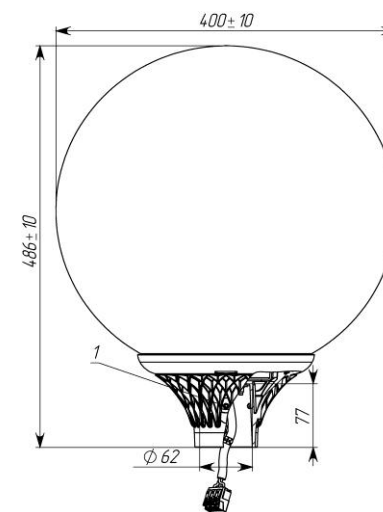

Рисунок 2
2.1 Светильники торшерные серии GALAD Шар LED-40 (Рисунок 2) предназначены для функционально-декоративного освещения парков, скверов, бульваров, зон отдыха, территорий микрорайонов, коттеджных посёлков.
«Разрешенные пространственные положения установки светильника Шар LED» и закрепляют тремя болтами М6 (поз.1 Рисунок 2) с усилием затяжки 3,5 – 4 Н.м.